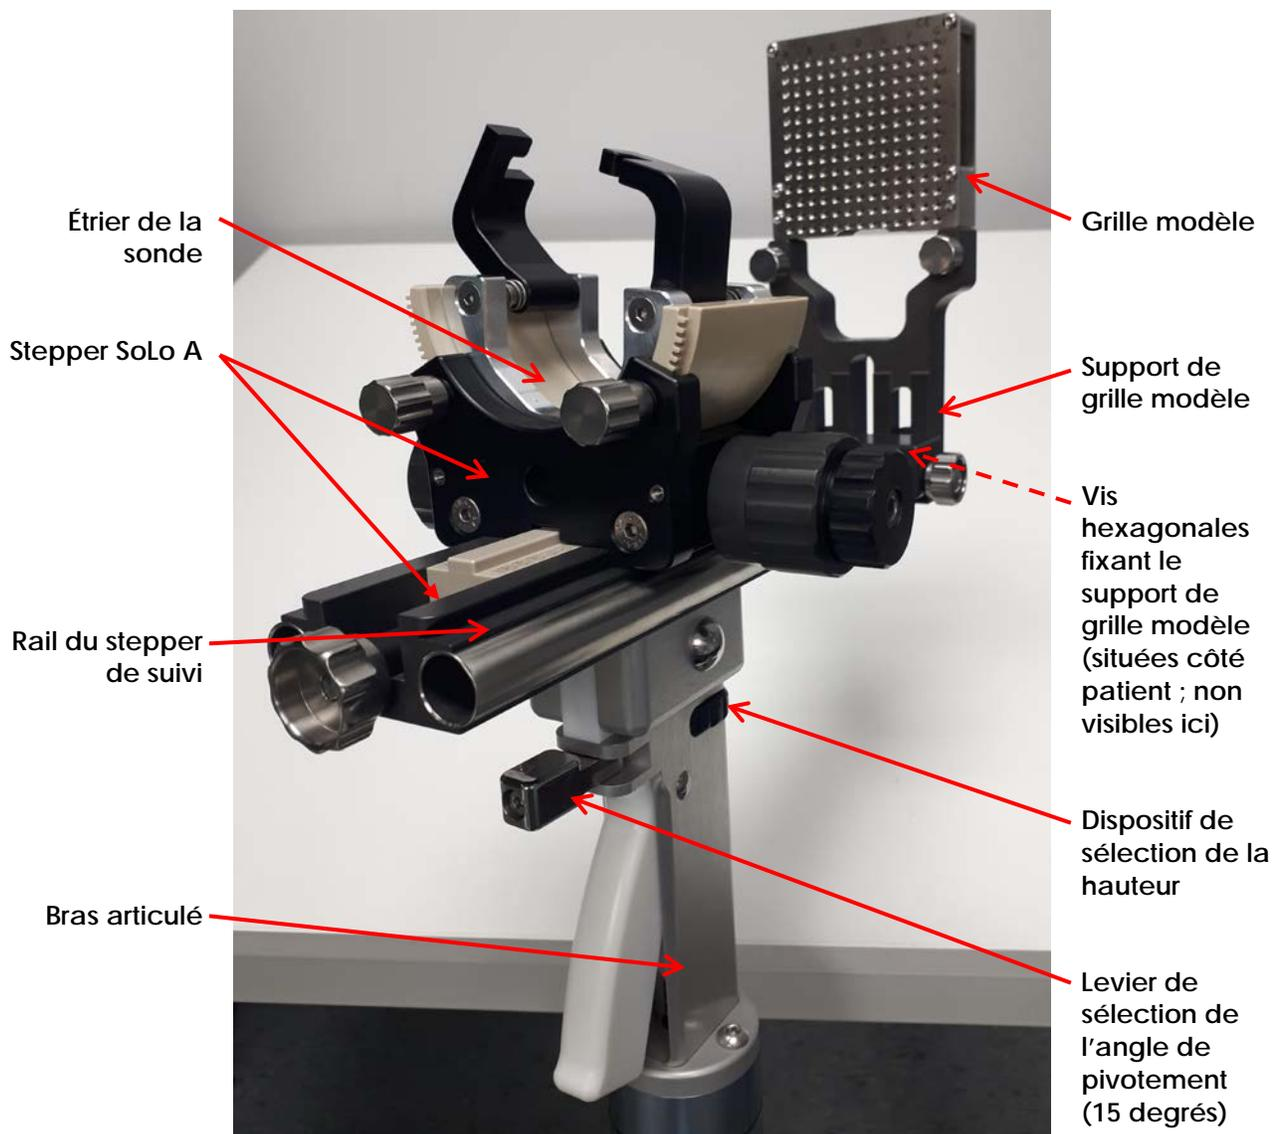

Figure 11 : Éléments du stepper transpérinéal qui doivent être désinfectés
L'équipement doit être nettoyé comme il convient pour l'examen avant chaque utilisation. Après chaque utilisation, observer les procédures adéquates pour le nettoyage et l'élimination des déchets. La Figure 11 identifie les éléments du stepper transpérinéal qui doivent être nettoyés, désinfectés et stérilisés.
- Instructions pour nettoyer, désinfecter et stériliser le rail du stepper de suivi, la grille modèle réutilisable, le support de grille modèle et l'étrier de la sonde (voir la Figure 11)